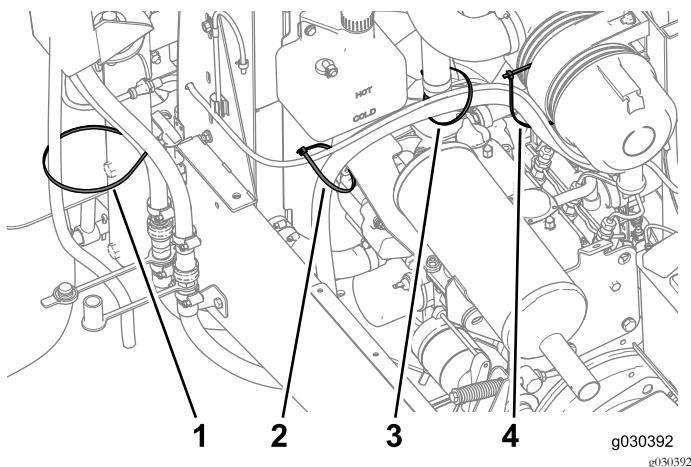
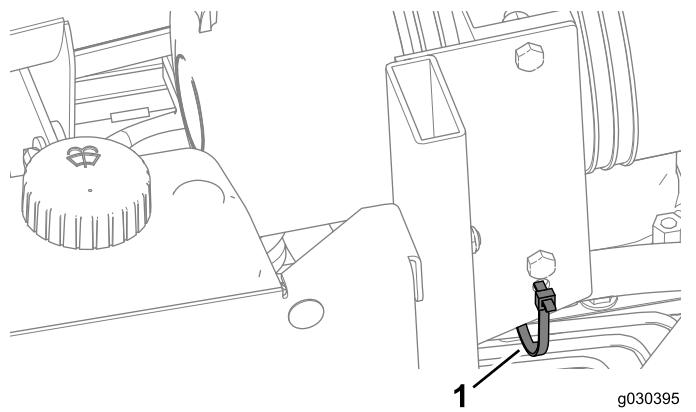

Figura 42
Figura 43
- Prenda os tubos na posição com braçadeiras de cabos (Figura 42) e (Figura 43).